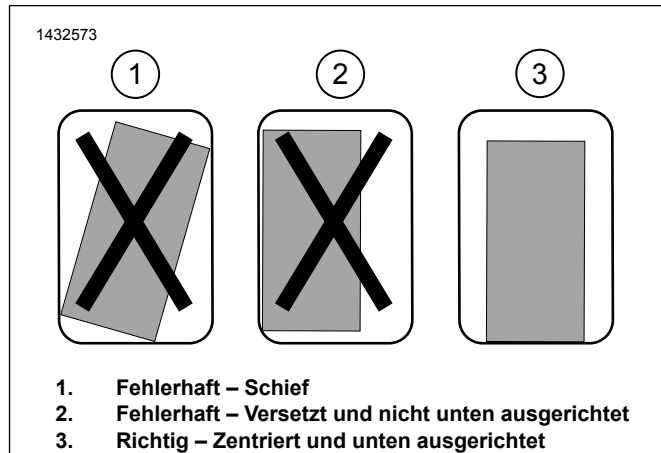

Abbildung 11. Einbau der Befestigungshalterung
- a. Abbildung 11 Den Sitz der Befestigungshalterungs-Baugruppe prüfen. Die Halterung muss gerade, zentriert und so nah wie möglich am Boden der Satteltasche ausgerichtet sein.
- c. Abbildung 11 Den endgültigen Sitz prüfen, um sicherzustellen, dass die Halterung gerade, zentriert und so nah wie möglich an der Unterseite der Satteltasche ausgerichtet ist.